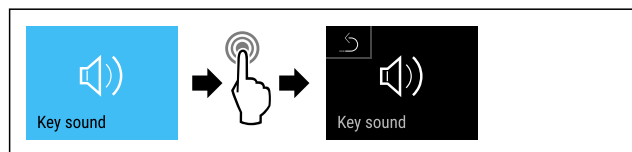

Fig. 95
- Выполните шаги действия (см. Fig. 95) .